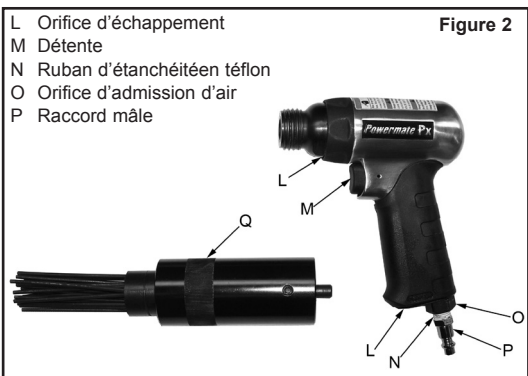

Figure 2
- Installez un raccord mâle 1/4 po NPT à l'orifice d'admission d'air de l'outil (voir Figure 2). **Remarque : Enveloppez toutes les extrémités filetées à l'aide de ruban d'étanchéité en téflon.**